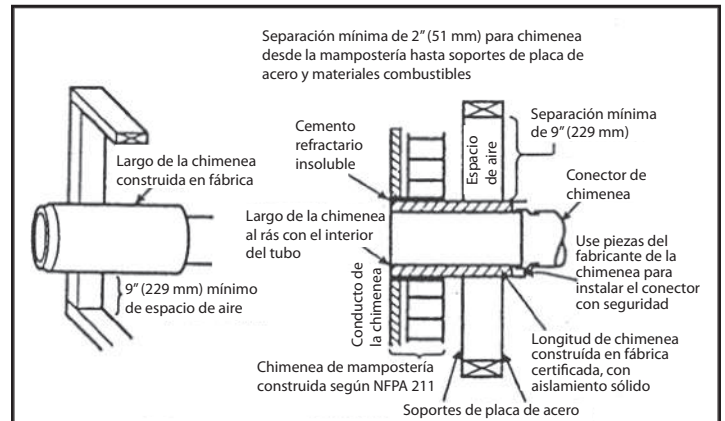

Figura 11
4. Un conector de chimenea a una chimenea de mampostería, excepto 2" por encima (Figura 11), se extenderá a través del sistema de paso por la pared, hasta la cara interior del conducto de la chimenea, pero sin excederla. No es necesario sujetarlo en su lugar, siempre y cuando no pueda removerse accidentalmente de la chimenea o empujarse hacia adentro del conducto de la chimenea. Si se utilizan sujetadores para asegurar el conector de la chimenea a una chimenea de mampostería, los sujetadores no deben penetrar el revestimiento del conducto de humos de la chimenea.